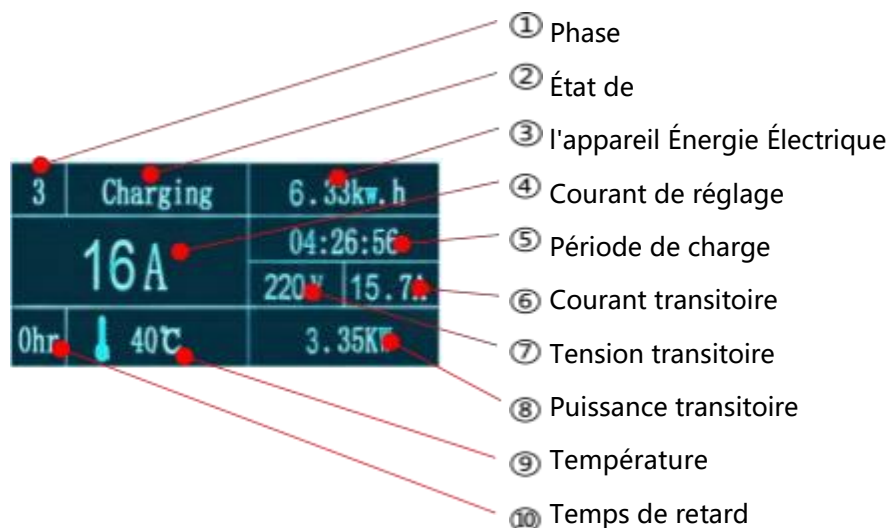

Figure 3 Interface d'affichage
Lorsque l'IC-CPD fonctionne de manière incorrecte, les paramètres correspondants (c'est-à-dire ①Phase, ⑦Tension transitoire, ⑨Température de la figure 3) dans l'interface de l'OLED clignotent (c'est-à-dire le message d'avertissement).